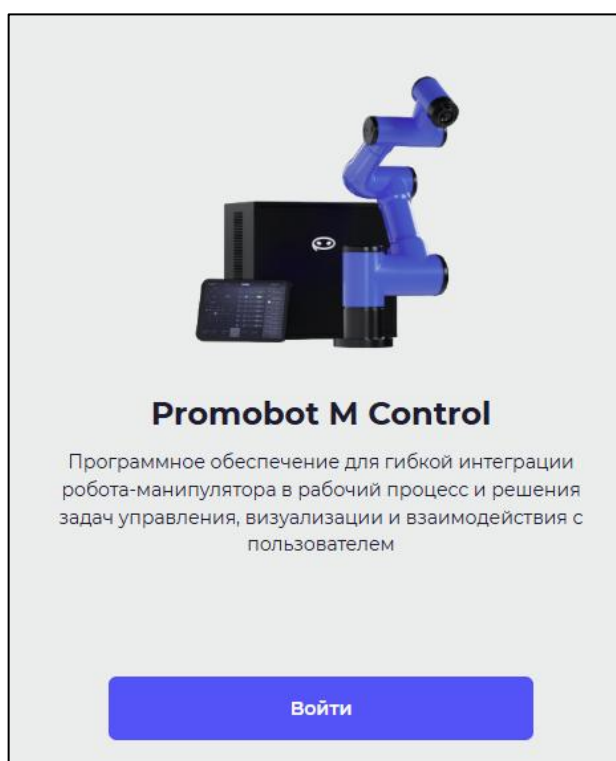

Рисунок I-30 – Кнопка «Войти»
5. Нажмите кнопку включения на пульте управления. Шкаф управления издаст звуковой сигнал, на пульте управления отобразится процесс загрузки управляющего ПО. После загрузки управляющего ПО на пульте управления отобразится кнопка «Войти» (см. Рисунок I-30).